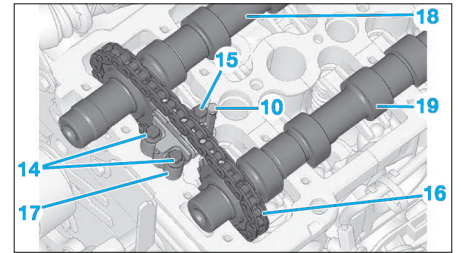
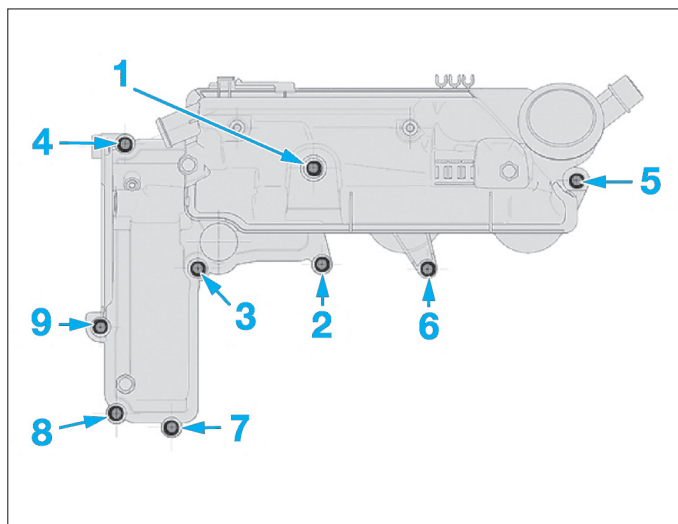

Fig. 68
Fig. 72
• Déposer (Fig.68) :
- les fixations (14) et (15) du tendeur de chaîne (17),
- la chaîne (16),
- le tendeur de chaîne (17),
- les arbres à cames (18) et (19).
- Serrer les vis (14) du tendeur de chaîne au couple de serrage prescrit (Fig.68).
- Tourner d'un quart de tour la goupille (10) afin de déverrouiller le tendeur de chaîne d'arbres à cames.
- Serrer la vis (15) du tendeur de chaîne au couple de serrage prescrit.
- les pions d'appui (13) des brides d'injecteurs.
- Reposer le couvre-culasse et serrer les vis dans l'ordre et aux couples de serrage prescrits (Fig.72).